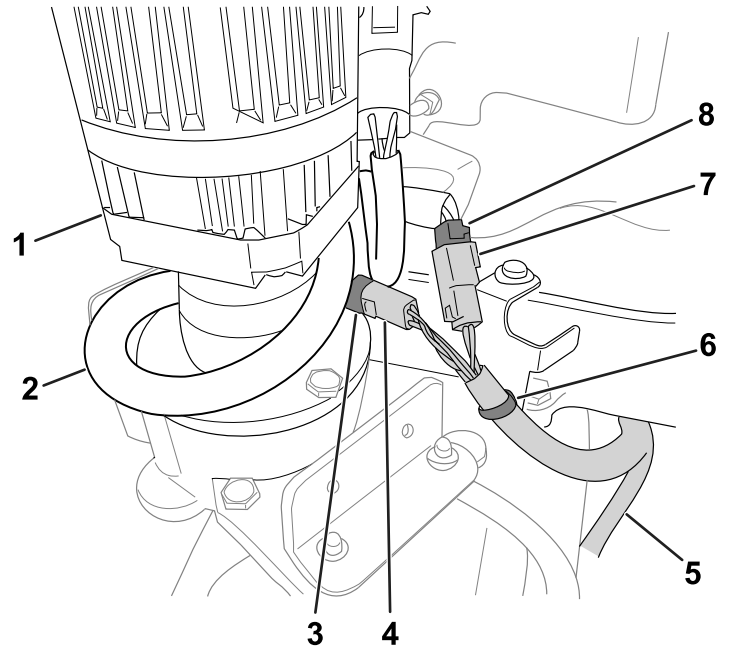

Figura 6
4. Disponete i rimanenti connettori del cablaggio preassemblato del kit in direzione del motore di comando dello sterzo (Figura 6)
5. Collegare il dispositivo di fissaggio con montaggio a spinta sul cablaggio preassemblato del kit alla staffa come mostrato in Figura 6.
6. Collegare i connettori del cablaggio preassemblato del kit ai connettori del cablaggio preassemblato della macchina (Figura 6):
8. Avvolgete il lasco del cablaggio preassemblato della macchina in eccesso attorno al motore di comando dello sterzo come mostrato in Figura 6.